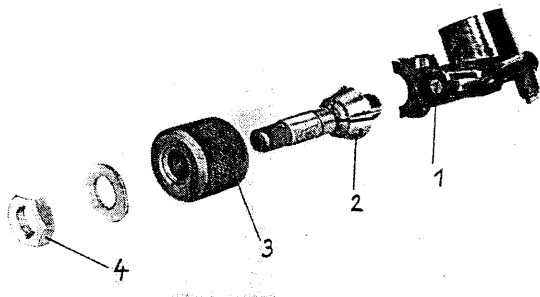
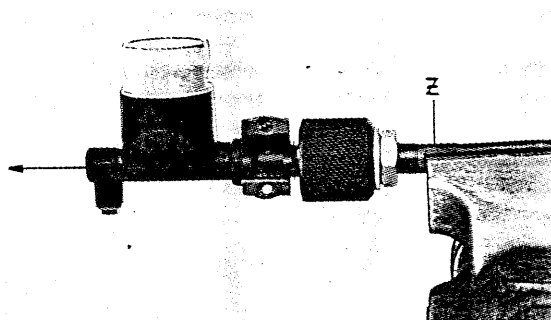

Fig. 44. Déposer le piston de frein
Fig. 45. Retirer le piston de frein
Enlever le levier de frein à main. Ensuite, ôter le circlip (10 à la fig. 42) du maître-cylindre. Ensuite, fixer l'arrache-piston selon l'ordre numérique (fig. 44) au piston de frein (1). L'arrache-piston doit ensuite être serré à la pièce à deux pans (Z à la fig. 45) dans un étau pour enlever le piston de frein en tirant au maître-cylindre. Des cannelures sur les glissières du cylindre et du piston de frein exigent l'échange du maître-cylindre complet. Si les joints toriques sont seulement défectueux, il est possible de rassembler le maître-cylindre en employant un jeu de joints toriques neufs. La propreté méticuleuse en est la condition. Toutes les surfaces de glissement et de joint doivent être humectées du liquide de frein et être montés selon la fig. 42.